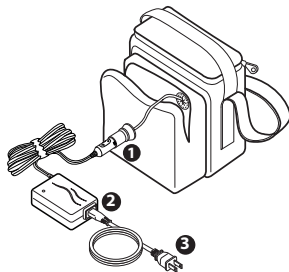

Fig. 1: Lade batteriet
1. Koble auto-adapterenden av laderen til batteripakkens uttak i lommen foran på bæresesken. Se fig. 1.